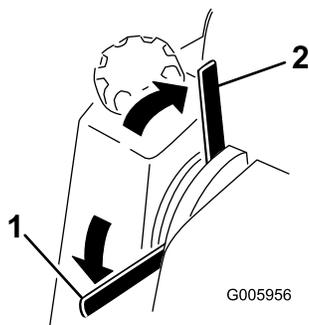

Рисунок 9
- Для включения стояночного тормоза поверните его рычаг вниз (Рисунок 9).
- Для выключения стояночного тормоза поверните его рычаг вверх (Рисунок 9).